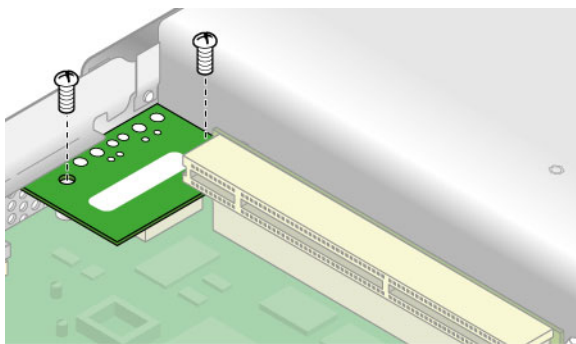

図 3-4 I/O ボードの取り外し
2. I/O ボードをマザーボードに固定している 2 本のねじを外します (図 3-4 を参照)。